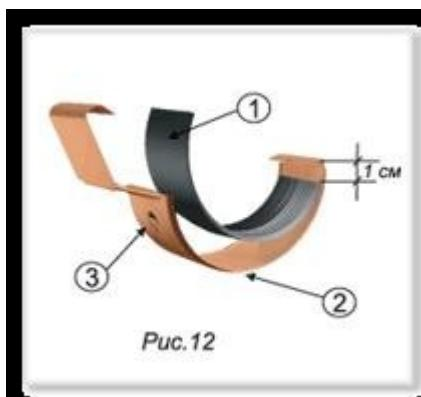

Рис.12
Вставьте резиновый уплотнитель (1) в соединитель водосточного желоба (2) ребристой стороной вверх, предварительно удалив с резинового уплотнителя защитную пленку и освободив самоклеящуюся полосу. Отогните фиксатор пряжки (3) на 60-90° (рис.12).